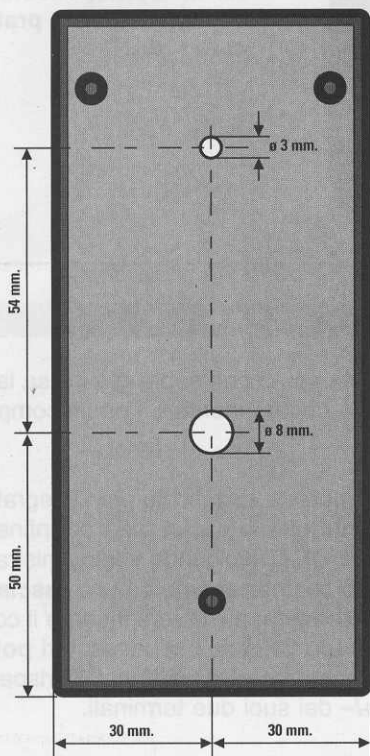

Fig.11 Piano di foratura del coperchio del mobile plastico. Un terzo foro andrà eseguito anche sul laterale del mobile per potervi inserire il pulsante P1.
**Fig.9** Il circuito va inserito all'interno di un piccolo mobile plastico provvisto di un vano nel quale va collocata la pila da 9 Volt. Poichè il mobile non risulta forato, in fig.11 sono indicati i punti del coperchio anteriore in corrispondenza dei quali dovete praticare i fori.
Prima di applicare il potenziometro **R8** ed il diodo led sul circuito stampato, dovete **forare** il coperchio del mobile plastico con una punta da **3 mm** per far fuoriuscire la testa del diodo led e con una punta da **8 mm** per far uscire il perno del potenziometro: per aiutarvi in questa operazione, riportiamo in fig.11 un disegno con tutte le quote.